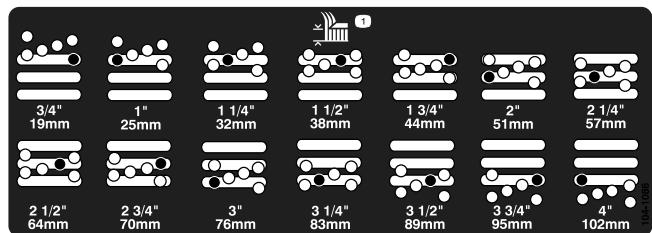

Figura 20
- Spostate l'alloggiamento all'altezza di taglio opportuna e montate il distanziale nel foro e nella scanalatura dell'altezza di taglio prescelta (Figura 20).